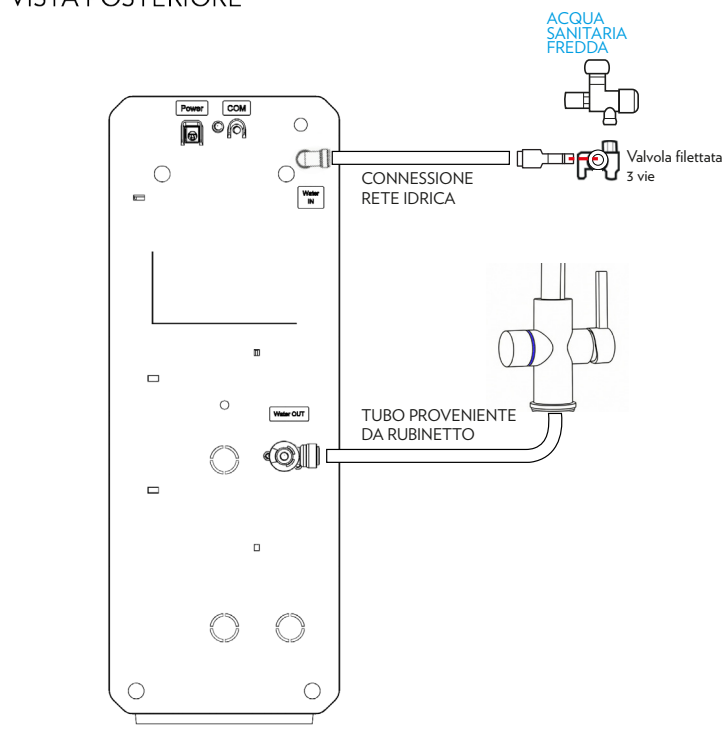

Fig. 2-1
16.9 – Inserire a pressione l'altra estremità del tubo in PE 8mm nel raccordo "Water In" 8mm del sistema di filtraggio, spingere con forza adeguata fino al punto di arresto, vedi Fig. 2.1.